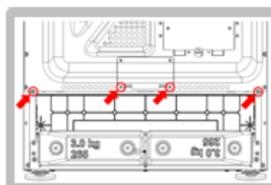

Fig. 1
1. Retirez la cuisinière – nécessite un accès par l'arrière du produit. Dévissez les 4 vis comme indiqué sur le dessin (voir figure 1).